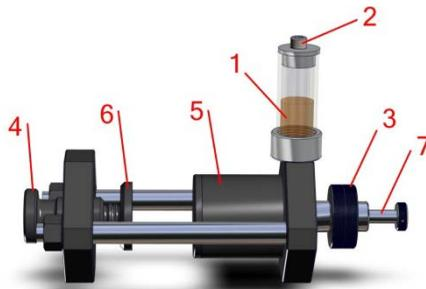

Figura 5.5.1
1. Quite the accessory mounting nut (Figura 5.5.1, Ítem 3) from the supporting frame of the Dispositivo de Alta Resistencia.
2. Suavemente deslice the Dispositivo de Alta Resistencia sobre el Brazo Movable Portamordaza (Figura 7.3, Ítem 12) de la Máquina Universal de Ensayos. Reemplace la tuerca de montaje (Figura 5.5.1, Ítem 3) y apriete a mano para asegurar el accesorio sobre el Brazo Movable Portamordaza de la Máquina Universal de Ensayos (vea la Figura 5.5.2).
La mordaza de compresión verde (Figura 5.1.1, Ítem 3) debe ser instalado en el soporte Estacionario de Mordaza de la Máquina Universal de Ensayos. La mordaza de compresión verde proporcionará una superficie plana para el extremo la barra de deslizamiento (Figura 5.5.1, Ítem 7) to Presione against during a prueba de compresión.
3. Estiré la barra de deslizamiento (Figura 5.5.1, Ítem 7) hacia la abrazadera de compresión localizada en la mordaza estacionaria del Equipo Univweaal de Ensayos. Estire la barra de deslizamiento hasta su posición completamente extendida.
4. Suavemente mantenga en su lugar probeta de arena 2" x 2" (50mm x 50mm) entre la mordaza mouible (Figura 5.5.1, Ítem 5) y la mordaza estacionaria (Figura 5.5.1 Ítem 6) del Dispositivo de Alta Resistencia. Usan da la tuerca de ajuste de Mordaza para ajuste lentamente la probeta de Arena entre la Mordaza Movable y la Mordaza estacionaria hasta asegurar la probeta entre ambas mordazas. Apriete la Tuerca de ajuste de Mordaza justo lo suficiente para asegurar la probeta de arena en su lugar, no sobre apriete la tuerca. Lo suficiente para asegurar la probeta de arena en su lugar, no sobre apriete la tuerca.
- Con el Dispositivo de Alta Resistencia montado sobre la Máquina Universal de Ensayos en posición vertical, quite la tapa del respiradero (Figura 5.5.1, Ítem 2).
- A mano, rápidamente mueva la barra de deslizamiento (Figura 5.5.1, Ítem 7) hacia adentro y hacia afuera mientras observa que no haya ninguna burbuja que escape por el depósito de aceite (Figura 5.5.1, Ítem 1). Una vez que todas las burbujas de aire hayan pasado por el depósito de aceite, repita este proceso. Continúe este proceso hasta que no haya burbujas de aire visibles levantándose por el aceite dentro del depósito.
(Vea la Figura 5.5.1 para la Descripción del Artículo)